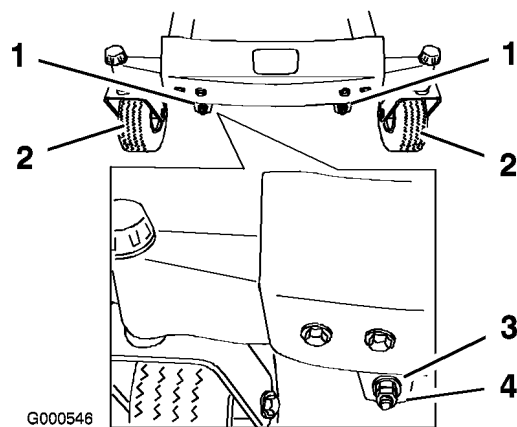

Figura 46
11. Per regolare l'inclinazione longitudinale della lama, togliete i dadi di bloccaggio e fate girare i dadi di regolazione sul frontale del tosaerba (Figura 46).
13. Dopo avere regolato in modo uniforme entrambi i dadi di regolazione, controllate nuovamente l'inclinazione longitudinale. Continuate la regolazione dei dadi finché la punta della lama anteriore non è più bassa di 1,6-7,9 mm rispetto a quella posteriore (Figura 46).
Nota: Dopo aver messo a punto i dadi di regolazione, verificate che le aste di supporto non siano allentate (Figura 47). All'occorrenza, serrate una delle aste per tenderle (Figura 46).